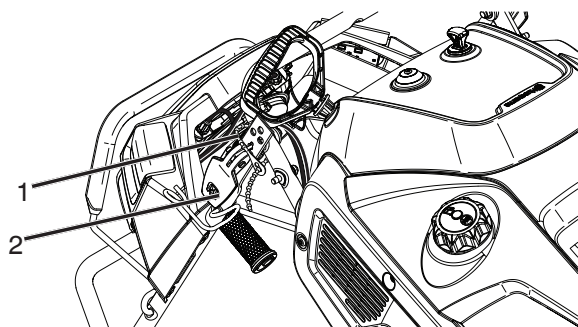

Figure 2
1. Déposer les attaches temporaires de fixation des câbles au niveau des trous de réglage du guidon (Figure 2).